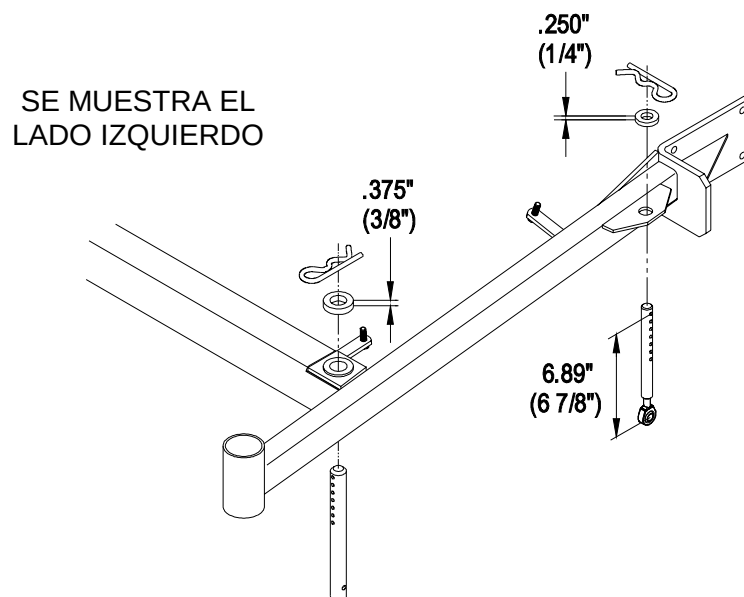

FIGURA 6
- b) Instale las chavetas en el agujero de la altura deseada. Vea figura 6.
1. Las chavetas delanteras y traseras están en los mismos agujeros con los separadores apropiados bajo las chavetas. Vea figura 6.
3. El largo del aclope del soporte trasero de la plataforma, debe promediar aproximadamente las 6.89 pulgadas (6 7/8" (17.5 cm)) desde el centro de la rotula al centro del agujero mas alejado. Vea figura 6.